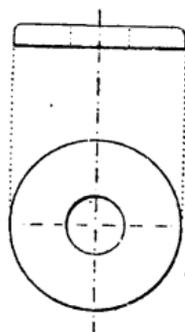
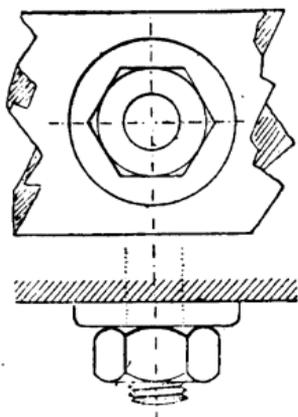
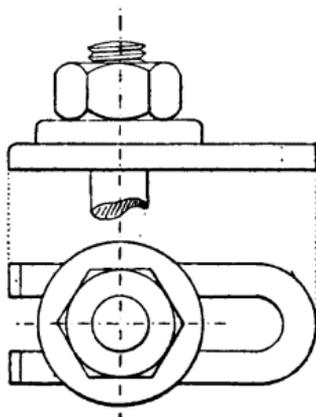

Fig. 574.
Fig. 575.
Fig. 576.
**Rondelle.** — Pièce ronde en métal ou en matière quelconque de peu d'épaisseur, percée au milieu (fig. 574); elle sert le plus souvent à faciliter le serrage d'un écrou sur pièce brute ou sur pièce polie (fig. 575), sur une bride cintrée, sur une pièce quelconque avec trou allongé (boutonnière (fig. 576). Elle sert également sous l'écrou qui fait serrage sur le bois et quelquefois sous la tête du boulon, ce dernier cas est employé lorsque le bois est très tendre, et que la tête du boulon est de petit diamètre. Elle est ordinairement faite à la poinçonneuse, forgée ou fondue, brute ou tournée à angle supérieur arrondi à congé ou à chanfrein.